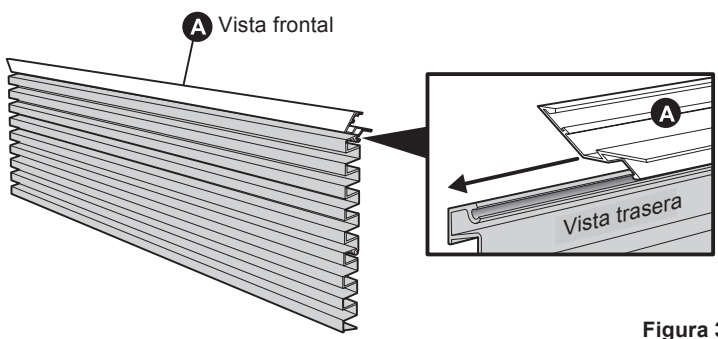

Figura 3
3. Deslice la parrilla así armada en la moldura superior (A). Vea la figura 3. Una con cinta para evitar que las piezas se deslicen.